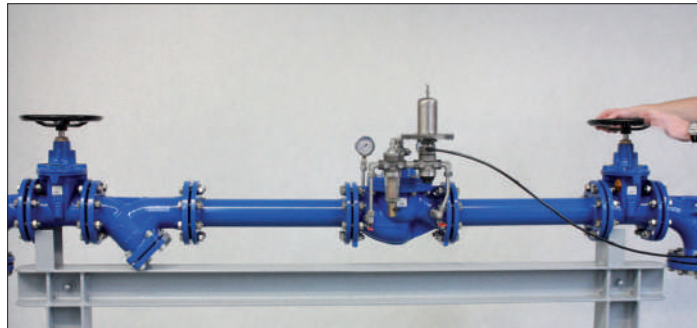

Рис. 36: Полное открытие запорной арматуры перед РК и частичное - после РК
9. Полностью открыть запорную арматуру перед РК. Далее частично открывается запорная арматура после РК (рис.36) на 2-4 оборота.